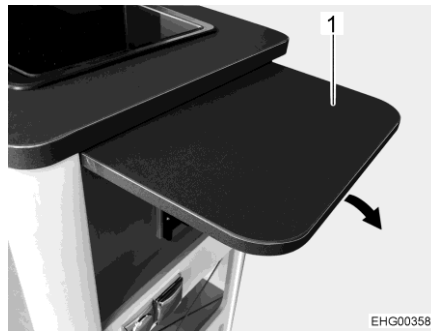

Fig. 26 Table pliante / surface de travail
- Rabattre le plateau de la surface de travail (Fig. 26,1) vers le haut jusqu'à ce que la fixation (Fehler! Verweisquelle konnte nicht gefunden werden.,1) s'enclenche.
- Replier la fixation (Fehler! Verweisquelle konnte nicht gefunden werden.,1) et rabattre le plateau de la surface de travail (Fig. 26,1) vers le bas.